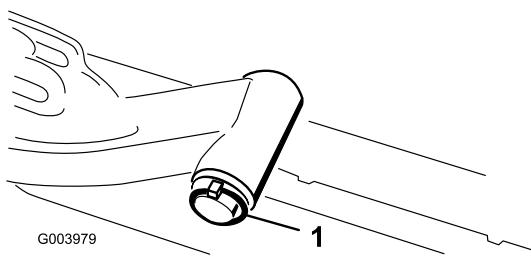

Bild 11
- A. Nehmen Sie den Klappstecker und die Scheibe ab, mit denen die Gelenkwelle des Hubarms am Hubarm befestigt ist. Schieben Sie die Gelenkwelle des Hubarms aus dem Hubarm (Bild 11).
3. Setzen Sie die Hubarmwelle in den Hubarm ein und befestigen Sie sie mit der Scheibe und dem Klappstecker (Bild 11).